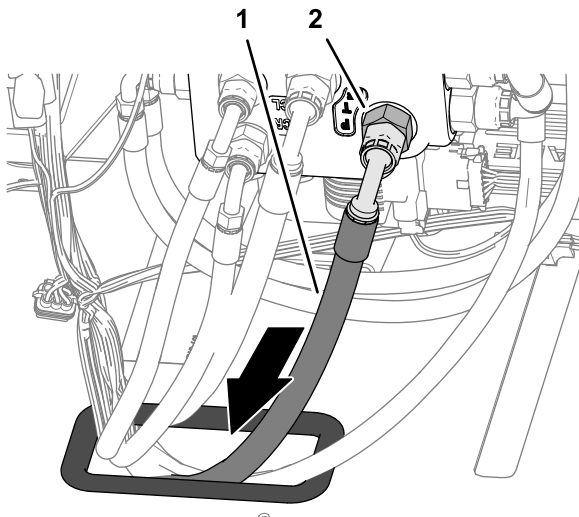

Figure 123
5. Faites passer l'extrémité du flexible de pompe hydraulique (10 x 2921 mm) dotée du raccord à 45° à travers le passe-câble dans le plancher (Figure 123).
6. Assemblez le raccord à 90° du flexible de pompe hydraulique (10 x 2921 mm) sur le raccord de l'orifice PT de la soupape de direction EHI, et serrez le raccord de flexible (Figure 123).